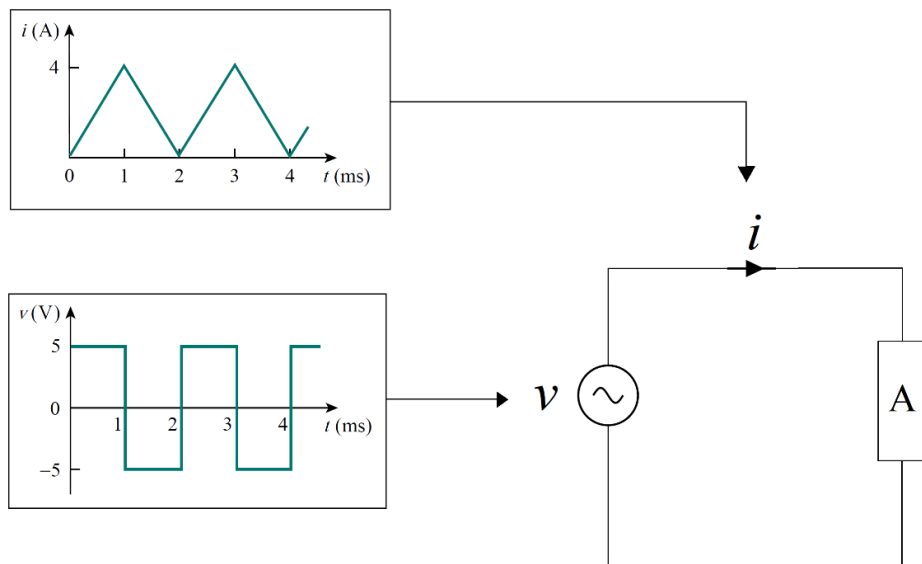

Figura 12
16. A Figura 12 mostra um gerador de funções alimentando um bipolo A, cujas formas de onda de tensão v e corrente i também são apresentadas ao lado do circuito.